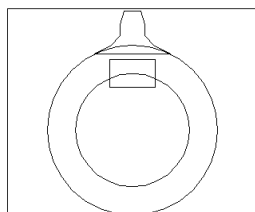

图 15-62
(9) 镜像处理。单击  按钮或者在命令行直接输入 `mirror`。
(10) 在命令行直接输入 `peedit`。将上述多义线连接为一个整体。
(11) 单击  按钮或者执行 `Drawing→region` 命令，对上述区域进行面化，结果如图 15-62 所示。